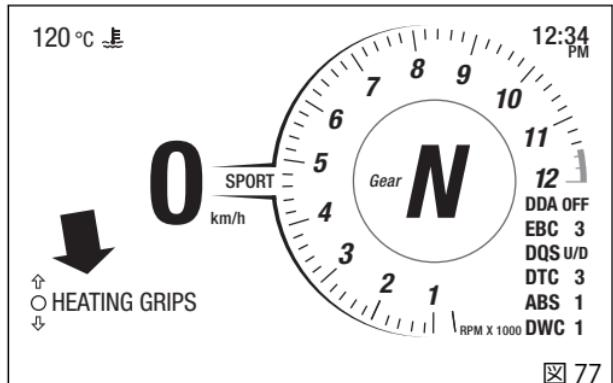

図77
- ブラウズボタンを押して“HEATING GRIPS”を表示します(図77)。